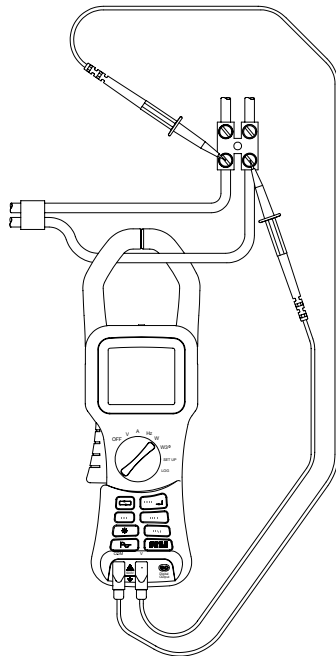

Fig. 4
- Appuyer sur la poignée pour ouvrir les mâchoires et placer la pince sur le conducteur de courant, comme illustré dans la Fig. 4.
- Si elle est configurée pour mesurer la puissance (Fig. 4), avec les câbles de mesure connectés et les mâchoires entourant un conducteur en charge, la pince affiche la fréquence du courant mesuré (sous réserve que ARMS > 10A). Si la ARMS < 10A, une mesure de la fréquence de tension est effectuée ( si VRMS > 1V), autrement, ---.- est affiché.